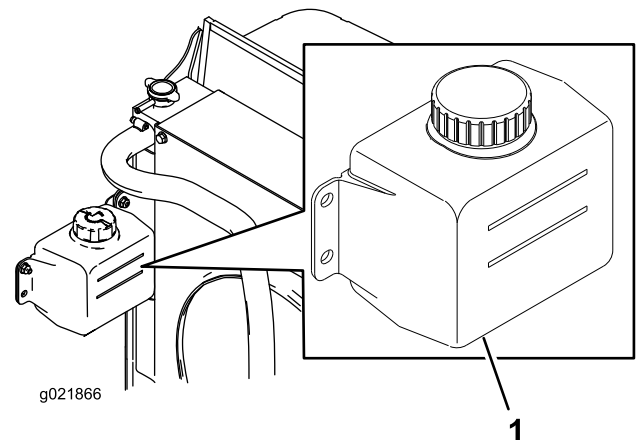

Figura 93
1. Verifique o nível de líquido de arrefecimento do depósito secundário (Figura 93).